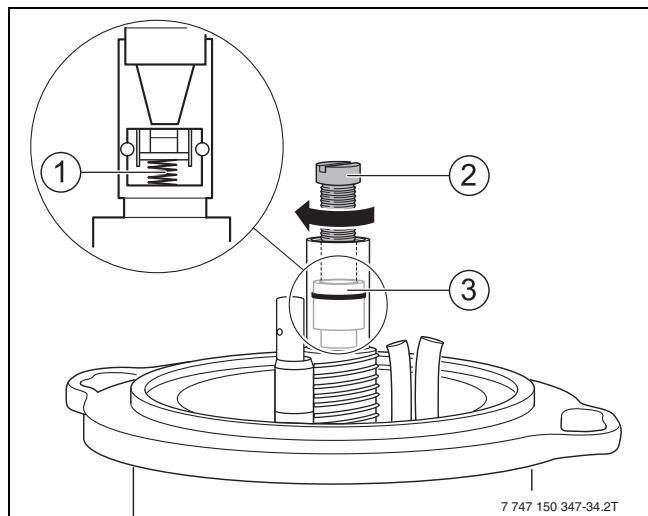

Bild 39 Abschlussventil austauschen
- Schraube M5 x 50 (→ Bild 39, [2]) einschrauben.
- Abschlussventil herausziehen (→ Bild 39, [3]).